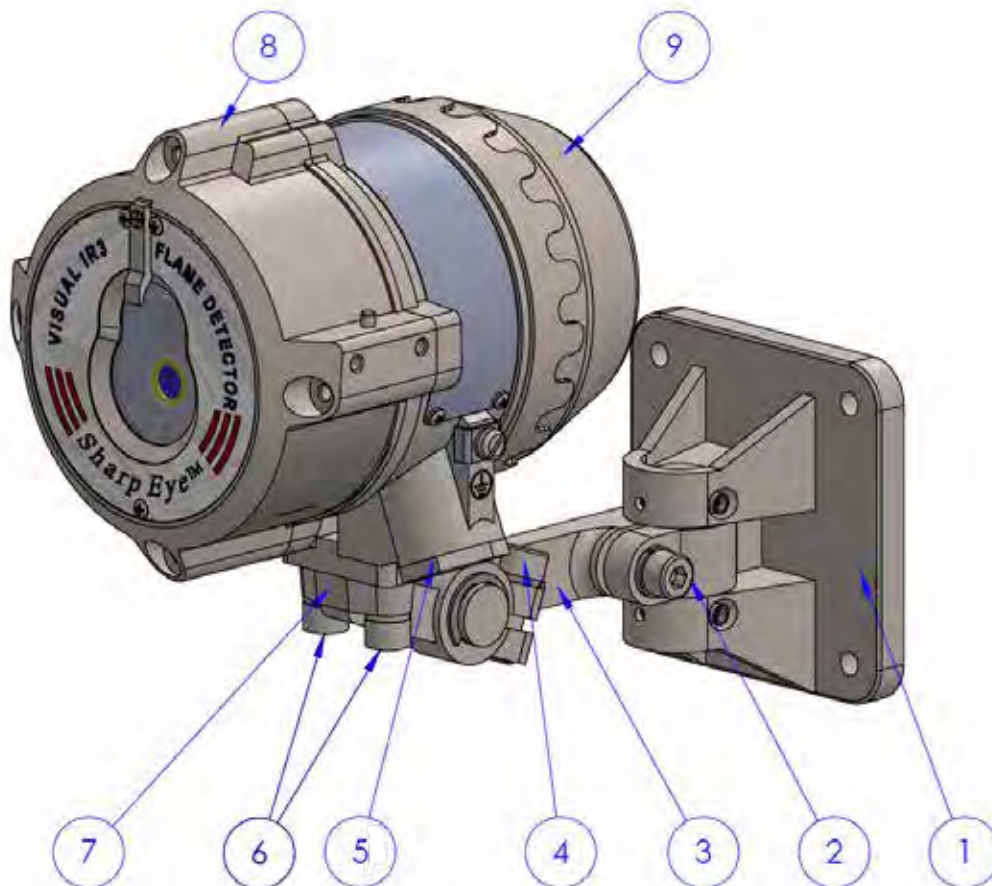

Рис. 4. Извещатель с наклонным механизмом
На Рис. 4 показан извещатель, установленный на наклонный механизм.
- 9 Завинтить заднюю крышку (Рис. 4, поз. 9).